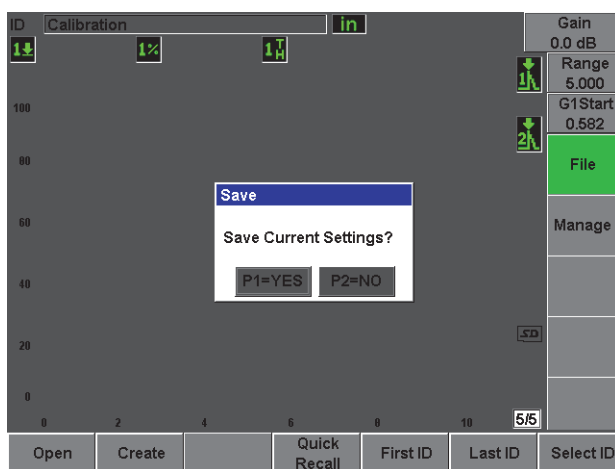

図 2-22 保存ダイアログボックス
10. “保存 : Save” を押します (47 ページ図 2-22 参照)。